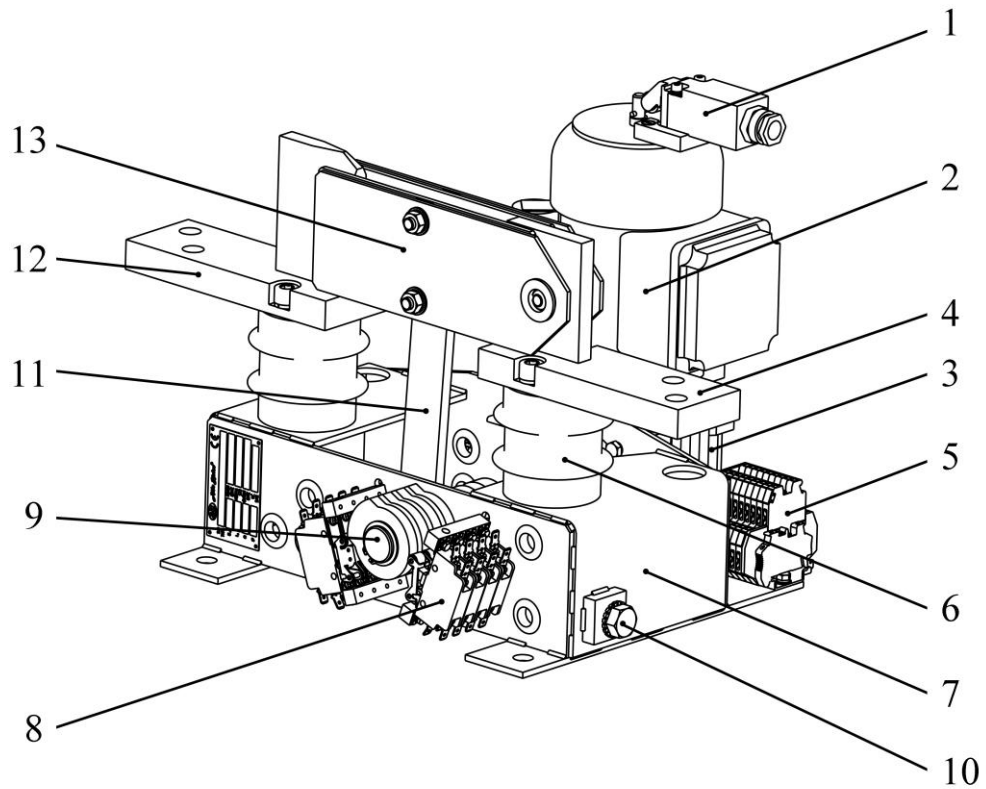

Рисунок 1 – Разъединители рубящего типа
При подаче напряжения электропривод (2) рисунок 1, или вручную с помощью рукоятки, вал редуктора (3) вращает вал (9) разъединителя. Через тяги (11) вращение передается на контактные ножи (13), закрепленные через ось на шине (12). В зависимости от направления вращения редуктора (3) происходит размыкание или замыкание разъединителя. Конечные положения разъединителя определяются с помощью блок-контактов (8), установленных на валу (9).